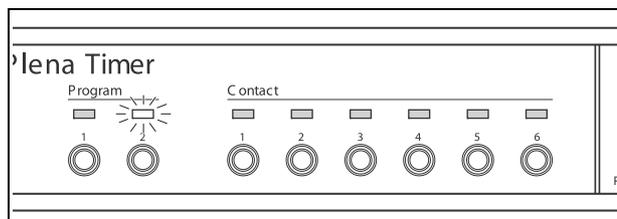

figura 7.1: Selezione di un programma
- 2 Premere brevemente e rilasciare il pulsante Set. I LED Program sul pannello frontale si accenderanno a rotazione (vedere la figura 7.1).